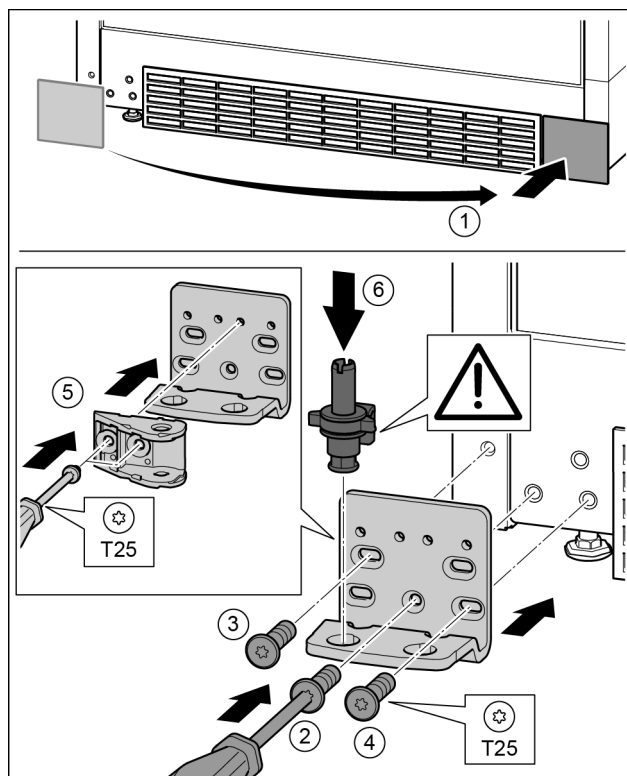

Fig. 36
- ▶ Зніміть кришку та встановіть її з іншого боку. Fig. 36 (1)
- ▶ Встановіть опорний кронштейн з іншого боку і закріпіть гвинтами за допомогою викрутки T25. Почніть із гвинта 2 знизу посередині. Fig. 36 (2)
- ▶ Закрутіть гвинти 3 та 4. Fig. 36 (3, 4)
- ▶ Поверніть з'єднувальний елемент демфера на 180°. Пригвинтіть з іншого боку опорного кронштейна за допомогою викрутки T25. Fig. 36 (5)
- ▶ Вставте цілком опорний гвинт. При цьому виступ фіксатора повинен бути спрямований назад. Fig. 36 (6)